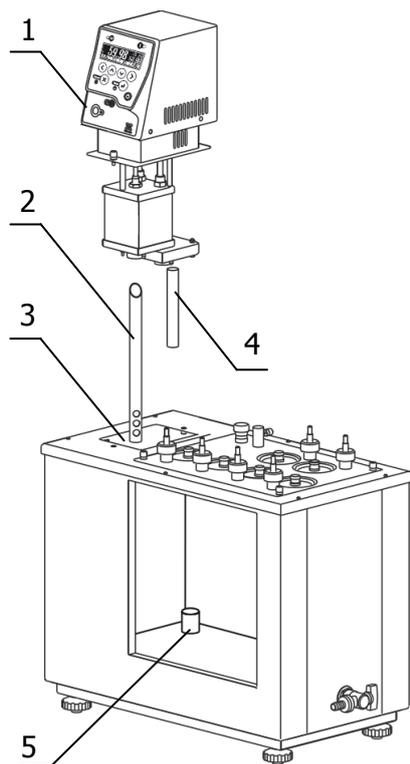

Рисунок 3 — Установка блока регулирования
2.2.3 Во входной патрубок блока регулирования вставить входную трубку насоса 4 (рисунок 3) на 15 мм и зафиксировать винтом.